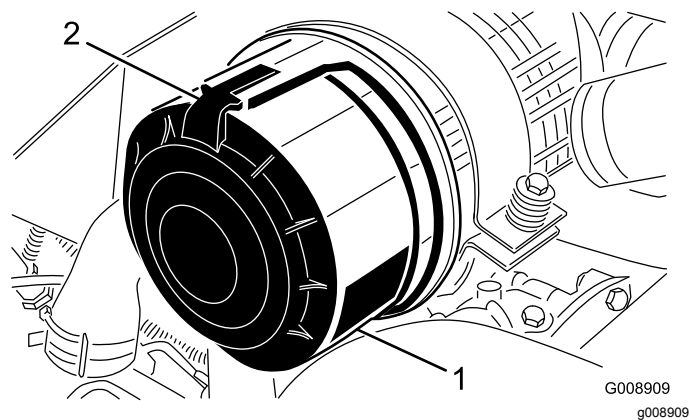

図 51
1. エアクリーナのカバーをボディーに固定しているラッチを外す(図 51)。